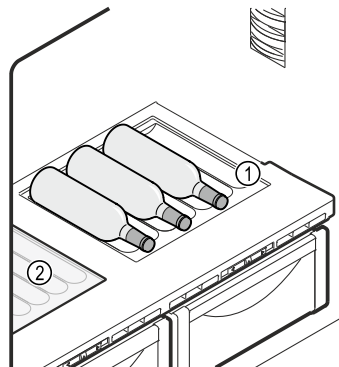

Fig. 57 Ilustrativni primjer
- Podignite jednu staklenu ploču ili obje staklene ploče (1) na otvoru sprijeda i izvadite ju/ih.
- Uložite staklenu ploču Fig. 57 (2) ispod promjenjive policu za boce.